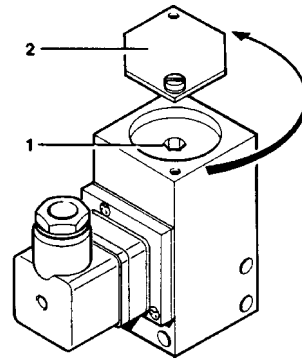

Рис. 49 Выключатель конечного давления
Выключатель давления установлен на конечное давление в соответствии с заказом. Если потребуются дополнительная настройка, то откройте крышку (2, Рис. 49) и настройте регулировочный винт (1) при помощи торцового шестигранного ключа 6 мм на необходимое давление.